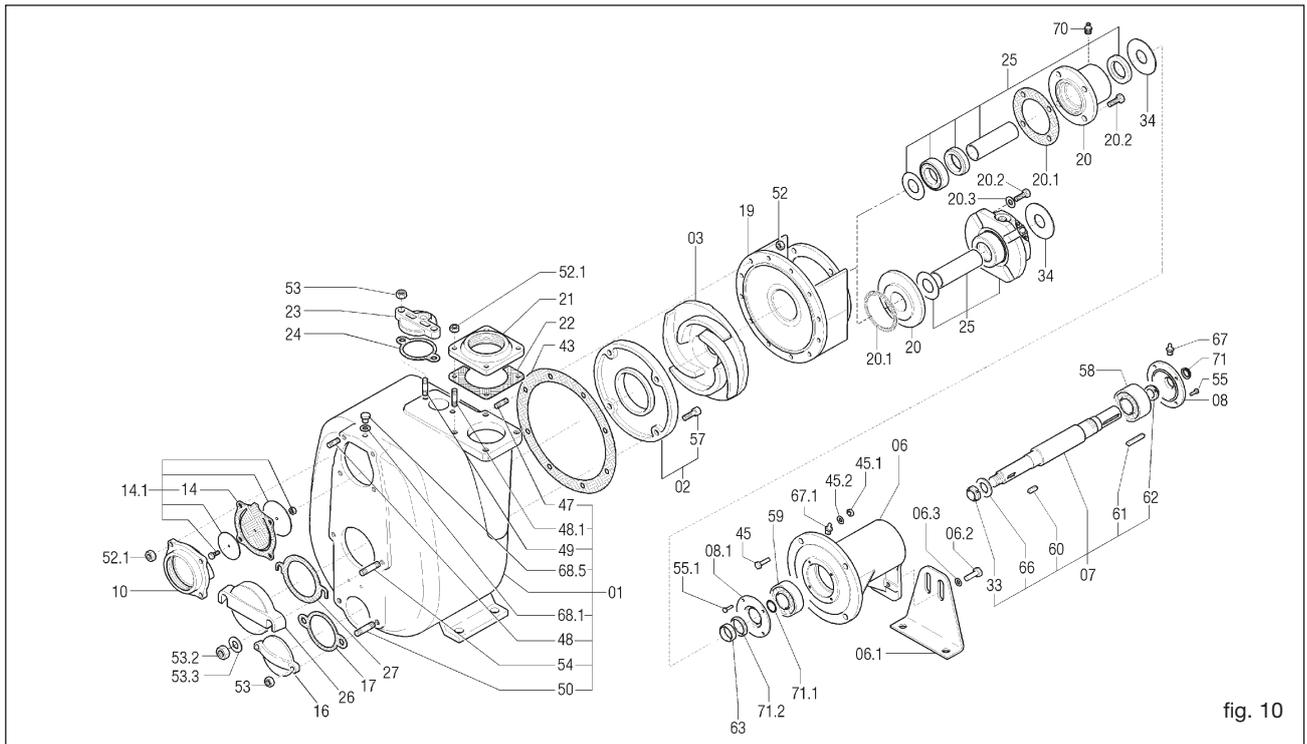

fig. 10
Sugledningen måste ha en diameter som är lika med den för pumpens sugmunstycke (för större diameter konsultera Varisco). Undvik, om möjligt, kurvor, rörböjningar och flaskhalsar som kan begränsa vätskeflödet till pumpen. Montera inte bottenventilen: Pumpen är försedd med en införlivad backventil (14) (fig. 10).
**Som ett exempel visas en sprängskiss (fig. 10).**
### 13.2 Byte av pumphjulet (fig. 10)
### 13.3 Byte av ventilen (fig. 10)
### 13.4 Byte av ventilen (fig. 10)
### 13.5 Byte av tätningen av typ 1 - 2 - 3 (referens fig. 10, 11, 12)
### 13.6 Byte av tätning av typ 4 - 5 (referens fig. 10, 13, 14, 15, 16)
- Skruva loss muttrarna (52) (fig. 10) och ta bort pumpkroppen. Försök att undvika att skada packningen (43).
- Blockera pumphjulet (03) och ta bort den självlåsande muttern (33).
- I alla modeller måste avståndet mellan toppen på pumphjulets blad och slitplattans plan ligga mellan 0,3 - 0,6 mm (fig. 19). I modell 12" måste avståndet mellan pumphjulet och den främre och den bakre slitplattan ligga mellan 0,6 - 1 mm (fig. 22). För att erhålla detta måste måtten A och B i fig. 17, 18, 20 och 21 vara så lika som möjligt. För detta ändamål används kompensationsringar (25.2) (fig 11) som är försedda med reservtätning. Dessa ringar används för att flytta fram pumphjulet om det är för långt från den främre slitplattan eller för nära den bakre slitplattan (när sådan finns). Kompensationsringarna ska monteras mellan tätningshållarringen (25.1) (fig. 11) och pumphjulet. Ytterligare justeringar kan göras med kroppens packningar och den bakre slitplattan. Placeringen av packningen (43) (fig. 10) med en tjocklek på 0,5 mm bestämmer det önskade avståndet (fig. 19).
**13.8 Underhåll av lagren (fig. 10)**